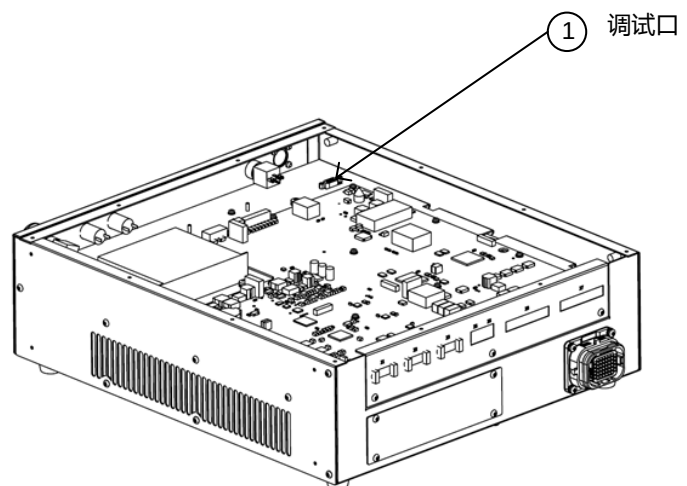

图 9-2 调试口位置示意图
ARCCD20 型控制柜 X025 多轴驱动调试接口位于控制柜箱体中间隔板钣金上，参考图 9-2，当调多轴驱动参数时，须使用 RS422 转 USB 线缆连接到图示①接口。具体调试说明参考机器人本体操作手册。